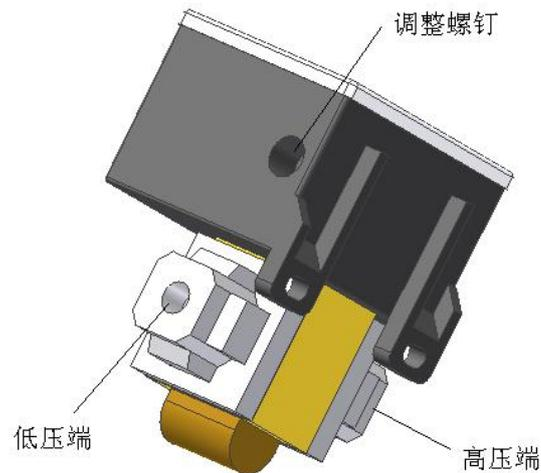

图 5
5)过滤器规格的选用应与安装管路相匹配，如：系统管径为 10"则选 10"规格过滤器。当过滤器流量不能满足管路要求时，可将两个（或多个）过滤器并联安装，见图 5。
◆ 压差指示仪的调整（图 5）：